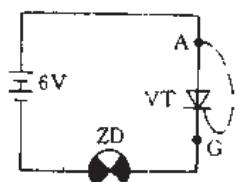

图 2.3.3 直流亮灯法
(1) 直流亮灯法 如图 2.3.3 所示，将 G 极碰触一下 A 极，随即放开，如果灯亮一下即行熄灭，则说明元件不正常。图中 ZD 为 6.3V 小电珠。